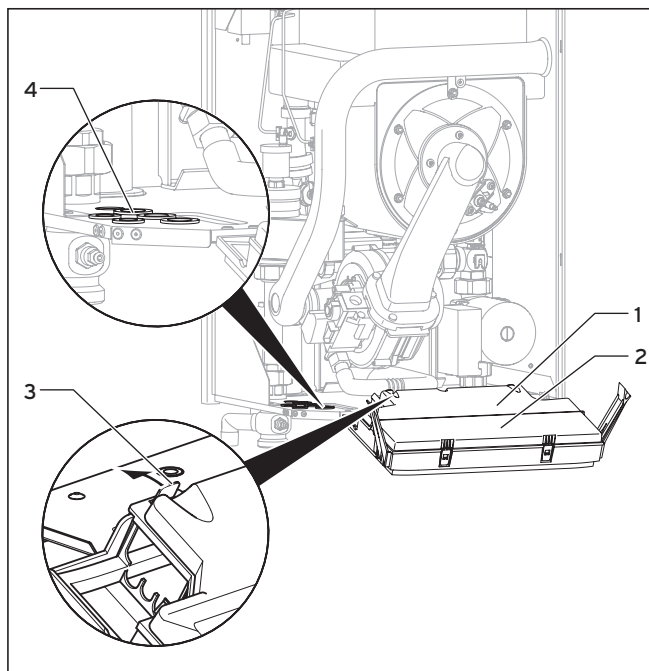

Fig. 5.13 Apertura della parete posteriore della scatola elettronica
- Rimuovere il rivestimento anteriore dell'apparecchio (vedere cap. 4.8) e ribaltare in avanti la scatola elettronica (2) (vedere fig. 5.13).
- Sganciare il coperchio posteriore (1) della scatola elettronica nei punti (3) e sollevare il coperchio (vedere fig. 5.13).
- Far passare le tubazioni di raccordo dei vari componenti da collegare attraverso uno dei passacavi (4). Lasciare le guarnizioni esistenti per l'impermeabilizzazione della camera di decompressione negli altri passacavo.